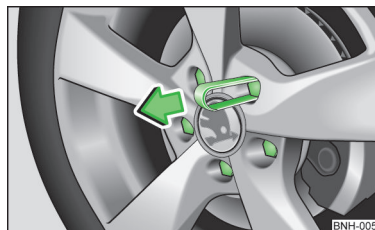

Abb. 145
- Die Abziehzange » Seite 187 auf die Abdeckkappe schieben, bis die inneren Rasten der Zange am Bund der Abdeckkappe anliegen » Abb. 145.